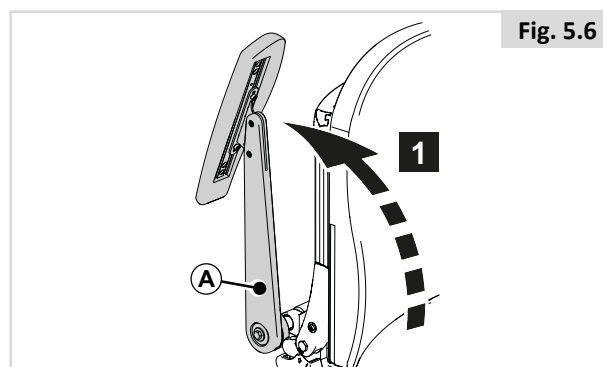

Fig. 5.6
Reclinazione dei braccioli ribaltabili (Fig. 5.6)
1. Ribaltare (A) all'indietro. (Fig. 5.6)